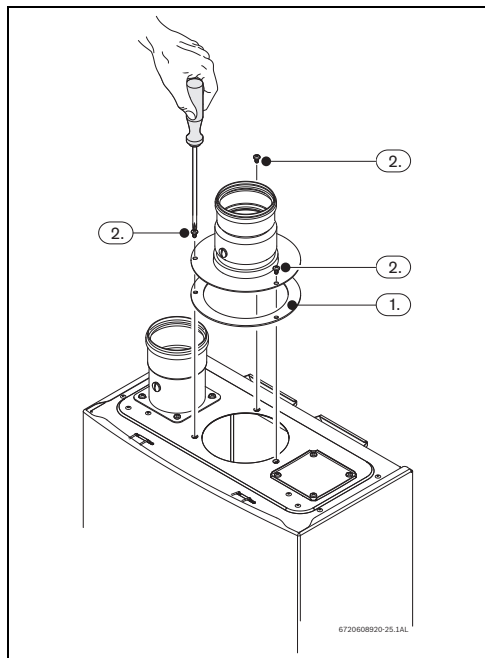

Рис. 30
- ▶ Установите прокладку между прибором и дополнительным оборудованием, см. Рис. 30 , поз. 1.
- ▶ Затяните 3 винта дополнительного оборудования для дымохода, см. Рис. 30 , поз. 2.